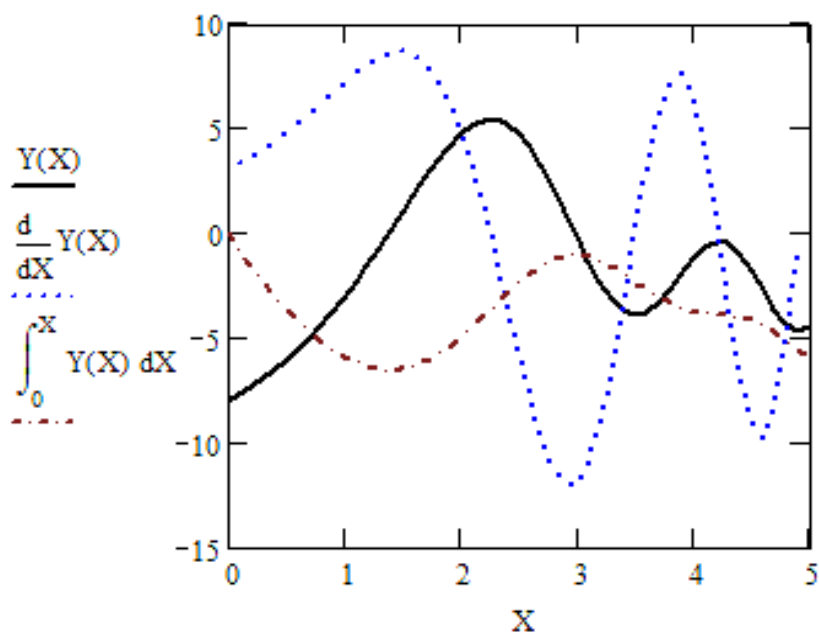

Рис. 9.1. Диаграмма со значениями искомой функции и ее производной и первообразной
- в шаблон функции рядом с осью ординат – имя функции  $Y(X)$  и выражения через запятую, согласно рис. 9.1. Для формирования производной и определенного интеграла использовать шаблоны из панели **Математический анализ (Calculus)**.